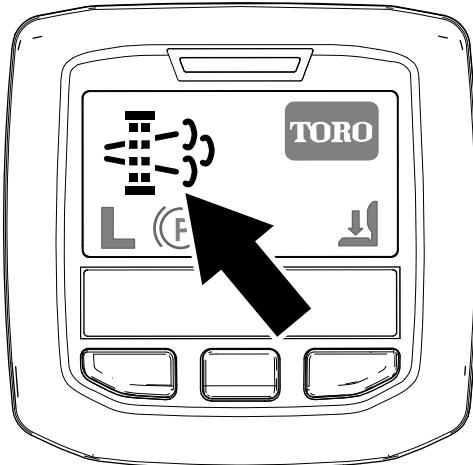

図 46
- インフォセンターに、駐車再生要求アイコンが表示されます 図 46。